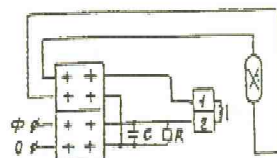

Рис.3
5.5. Ввести через сальниковый ввод внутрь корпуса провода сети и подключить к клеммной колодке на панели ПРА, предварительно закрепив их планкой для зажима проводов, согласно схеме рис.3, а провод заземления к зажиму заземления на панели.